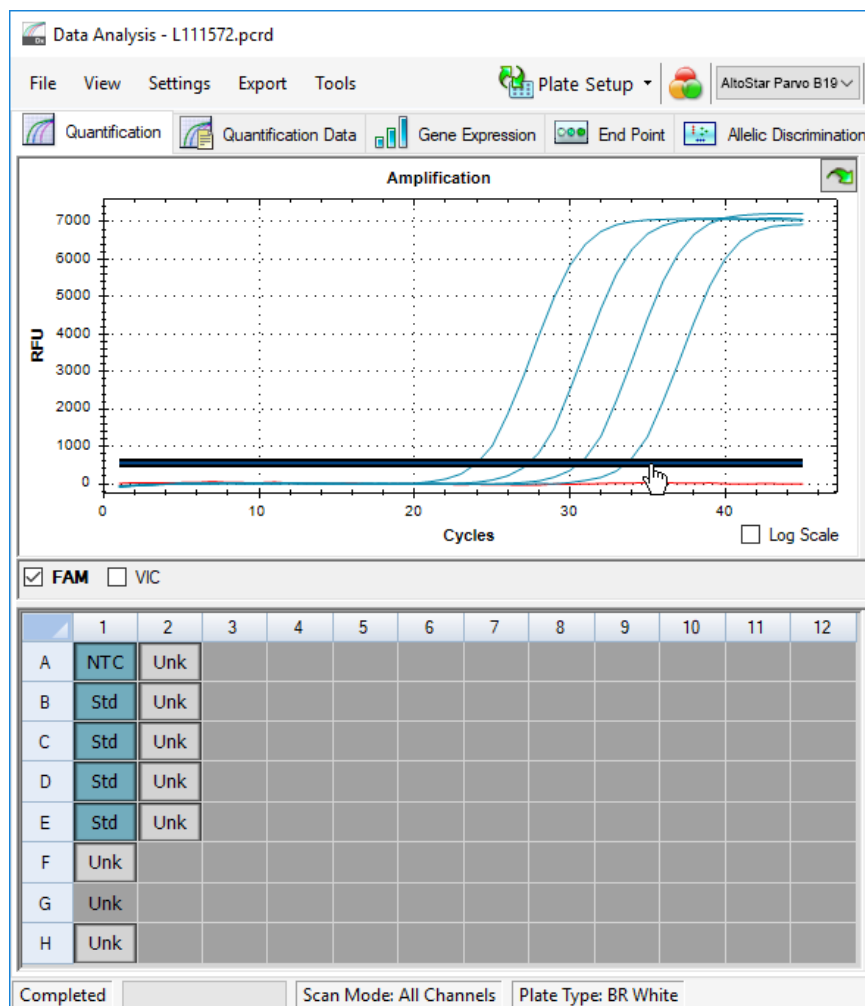

Figure 10: Fenêtre Data Analysis (Analyse des données) : définir le seuil FAM™
5. Sur la gauche de la fenêtre Data Analysis (Analyse des données), décochez la case **VIC** et cochez la case **FAM** pour le canal de détection de la cible du parvovirus B19 (voir la figure 10).
- Sélectionnez uniquement les puits contenant le NTC et les QS sur la représentation visuelle de la plaque dans la fenêtre Data Analysis (Analyse des données) (voir la figure 10).
- Faites glisser le seuil situé bien au-dessus du signal du NTC dans la zone exponentielle des signaux des QS (voir la figure 10).